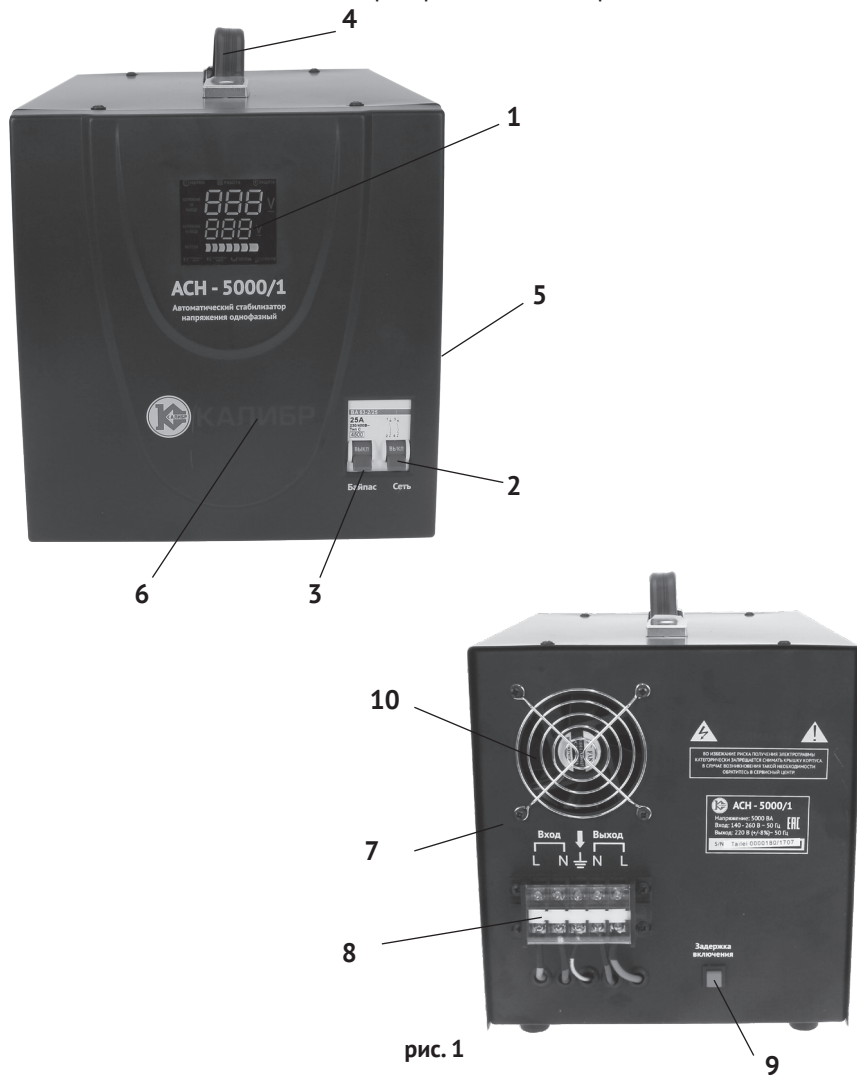
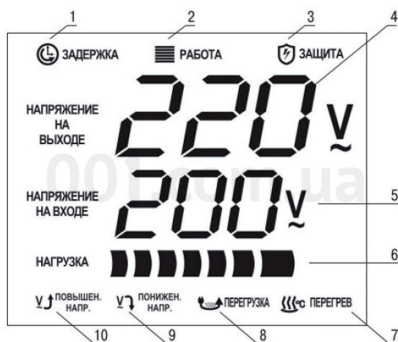

рис. 1
рис.2
1.6 Внешний вид\* стабилизатора представлен на рис.1
1.7 В металлическом корпусе (рис.1 поз.5) размещены основные узлы стабилизатора: автотрансформатор, плата управления (микропроцессор), силовые ключи (реле), приборы контроля и управления и вентилятор для охлаждения трансформатора и других компонентов. На передней панели стабилизатора (рис.1 поз.6) находятся: многофункциональный дисплей (рис.1 поз.1), отображающий все режимы работы стабилизатора, выключатели «СЕТЬ» (рис.1 поз.2) и «БАЙПАС» (рис.1 поз.3).
На задней панели (рис.1 поз.7) расположены: клеммная колодка (рис.1 поз.8) с входными клеммами подключения питающей сети (ВХОД), выходными клеммами подключения нагрузки (ВЫХОД) и клеммой заземления, кнопка включения задержки (рис.1 поз.9) и решётка встроенного вентилятора (рис.1 поз.10).
Многофункциональный дисплей (рис.2) на передней панели отображает все режимы работы стабилизатора.
Трёхзначные цифровые индикаторы показывают: (рис.2 поз.4) – напряжение на выходе (к подключённым потребителям), (рис.2 поз.5) – напряжение на входе в стабилизатор (питающей сети).
«ЗАДЕРЖКА» (рис.2 поз.1) – задержка подачи выходного напряжения применяется как при штатном (первичном) запуске стабилизатора, так и при запуске после экстренного отключения от питающей сети в автоматическом режиме. Длительность задержки включения от 6 секунд до 180 секунд изменяется кнопкой (рис.1 поз.9) на задней панели. Кнопка нажата – задержка 180 с, кнопка отжата – задержка 6 с.
«РАБОТА» (рис.2 поз.2) – высвечивается при нормальной работе стабилизатора: напряжение сети в пределах регулируемого диапазона (140-260В), не превышена нагрузочная мощность, нормальный температурный режим трансформатора.
«ЗАЩИТА» (рис.2 поз.3) – высвечивается при выходе за крайние пределы параметров, которые отображают индикаторы нижнего ряда дисплея. При этом происходит автоматическое защитное отключение стабилизатора:
1- превышение входного напряжения (свыше 260В) – высвечивается индикатор «ПРЕВЫШ. НАПР.» (рис.2 поз.10);
2 - падение входного напряжения (менее 140В) – высвечивается индикатор «ПОНИЖЕН. НАПР.» (рис.2 поз.9);
3 – превышение мощности нагрузки (около 120% от максимальной) – высвечивается индикатор «ПЕРЕГРУЗКА» (рис.2 поз.8). Если в течение 1 часа работы 3 (или более) раз сработает защита от «ПЕРЕГРУЗКИ», необходимо (отключив АСН) и уменьшить подключённую нагрузку;
4 – перегрев обмоток трансформатора (свыше 120°C) - высвечивается индикатор «ПЕРЕГРЕВ» (рис.2 поз.7).
«НАГРУЗКА» (рис.2 поз.6) - высвечивается (при нормальной работе) часть индикатора, отображающая степень подключённой нагрузки к максимально возможной мощности данной модели стабилизатора.
Автоматический выключатель «БАЙПАС» (рис.1 поз.9) включают при стабильном напряжении питающей сети, а также при выходе из строя силовой сети
стабилизатора или электронных цепей управления, когда нет необходимости (или возможности) работы стабилизатора. При этом выключатель «СЕТЬ» - в положении выключено. При включении режима «БАЙПАС» дисплей не высвечивается. При включении выключателя «СЕТЬ» (рис.1 поз.8), выключатель «БАЙПАС» автоматически отключается.
- кратковременным (до 10 секунд) включением автоматического выключателя «СЕТЬ» проверить правильность подключения – дисплей (рис.1 поз.1) должен показать величину входного напряжения (рис.2 поз.5) и выходное напряжение 220 В (рис.2 поз.4);
- включить автоматический выключатель «СЕТЬ» (рис.1 поз.8).